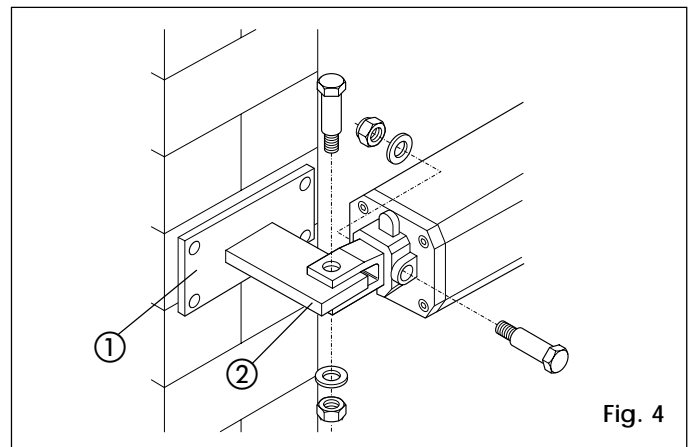

Fig. 4
Nel caso di pilastro in ferro saldare accuratamente l'attacco (rif. 2, Fig. 4) direttamente sul pilastro.
Nel caso di pilastro in muratura, incassare opportunamente una piastra a murare (rif. 1, fig. 4). Saldare quindi accuratamente l'attacco sulla piastra come in Fig. 4.
- 2) Fissare l'operatore all'attacco posteriore tramite la viteria in dotazione (fig. 4).